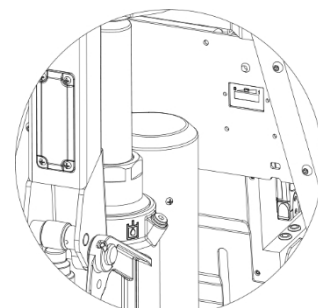

Fig. 21
3. După umplerea cantității corespunzătoare de ulei hidraulic, ridicați și coborâți mânerul de două sau trei ori, apoi ridicați furca la înălțimea maximă și strângeți șurubul. Înlocuiți șaiba dacă este deteriorată. (Fig. 21)